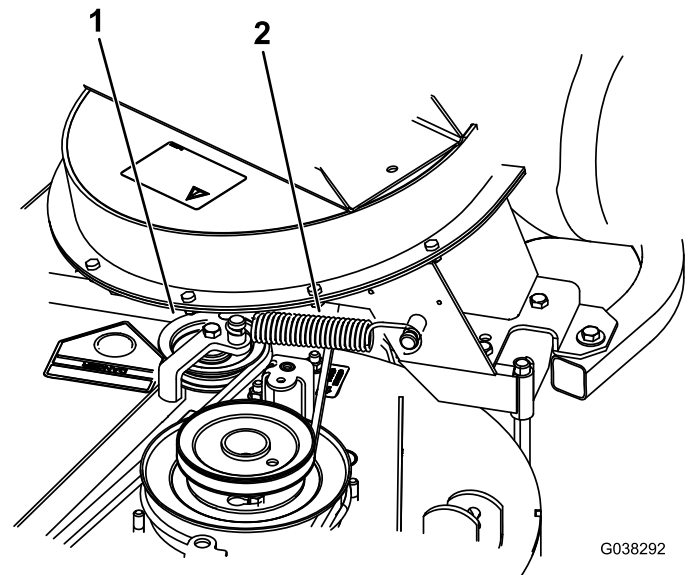

図 57
- スプリング付きのアイドラプーリにベルトを取り付ける 図 57。